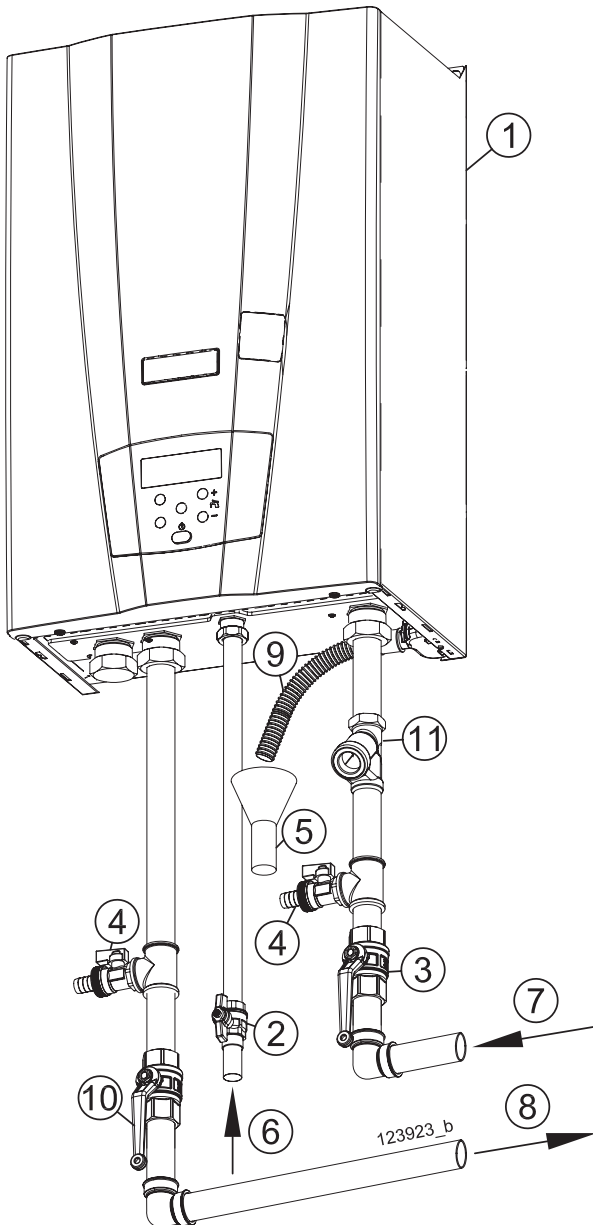

Figure 5-5 - Tuyauterie type
Un siphon est prévu dans l'appareil pour évacuer le condensat (voir figures 3-2 et 3-4, détail "40") et empêcher l'échappement des produits de combustion. Son extrémité correspond au tuyau "9" en figure 5-5. Cette terminaison
doit être acheminée dans un siphon anti-odeur (figure 5-5, détail "5") pour éviter le retour des mauvaises odeurs dans l'environnement.
☞ elle doit être connectée à l'installation d'évacuation des déchets par un siphon adapté avec une disjonction capable d'empêcher la pressurisation du système ainsi que le retour des mauvaises odeurs des égouts (détail "5" en figure 5-5).
L'appareil est protégé contre les surpressions par une vanne de sûreté présentant un nominal de 10 bars (voir figures 3-1 et 3-4 détail "28"). Le drainage de vanne de sûreté est acheminé au même tuyau "9" de la figure 5-5.
**ATTENTION !!!** L'exemple en figure 5-5 est **uniquement un schéma conceptuel**. Il revient au créateur du système de déterminer les composants nécessaires, notamment l'équipement additionnel, qui s'avèrent appropriés à son avis afin de dimensionner, configurer et concevoir correctement ce système et d'assurer le respect des codes nationaux et locaux.
Légende de figure 5-5 :